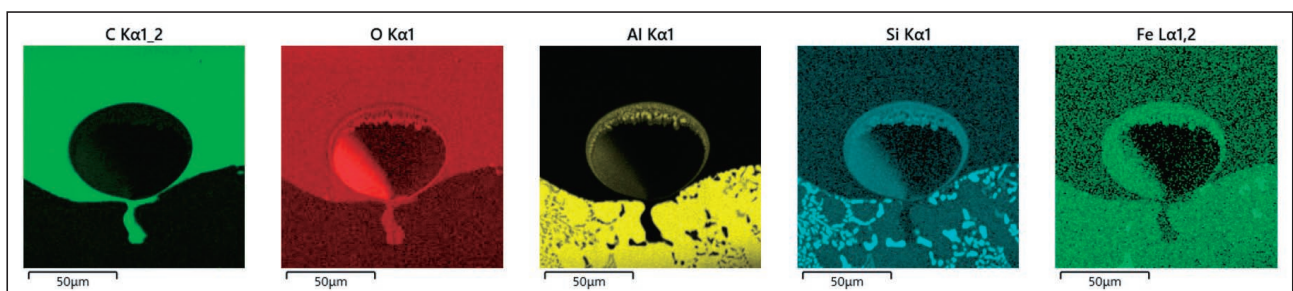

図14 (事例2) EDX元素マッピング
- 基材クラック部には塗料成分が入り込んでいることを確認。(図14)